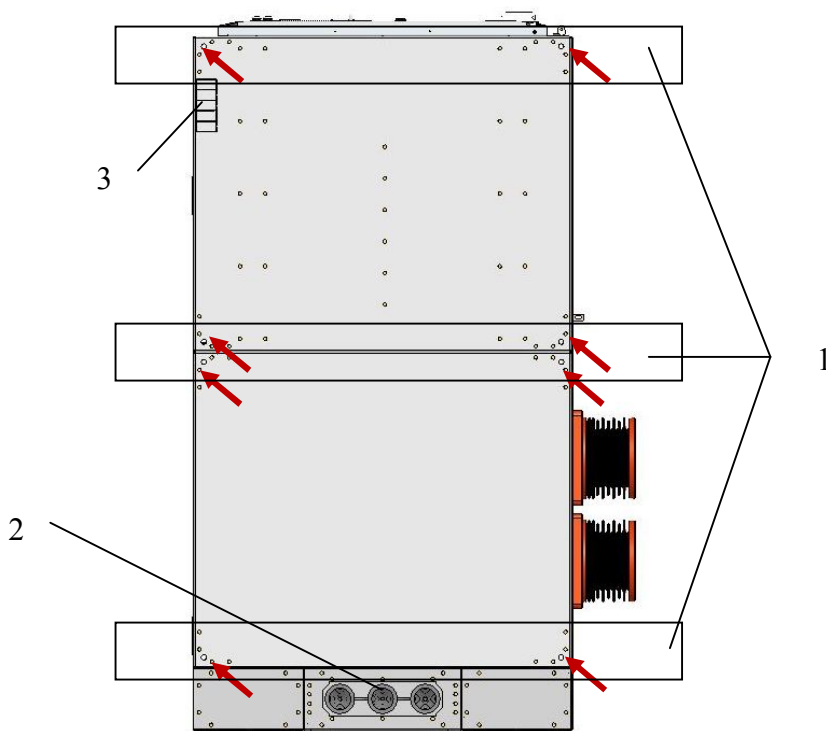

Рис. 16 Размещение закладных швеллеров и отверстий для прохода силовых и контрольных кабелей.
2.5.2.1 Установить на штатное место крайний правый шкаф КРУ в ряду, согласно схеме расположения на монтажном чертеже, Приложению 3 и рис. 16. Стрелками обозначены места крепления дна шкафа к основанию.